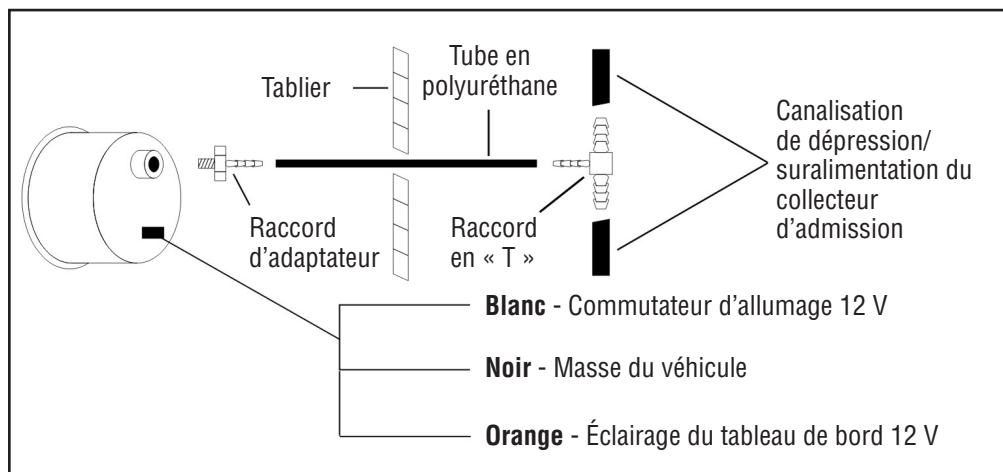

Figure 1
1. En utilisant la figure 1 comme guide, connectez le raccord d'adaptateur (n° 2) au manomètre à dépression/suralimentation (n° 1). Ne serrez pas excessivement.